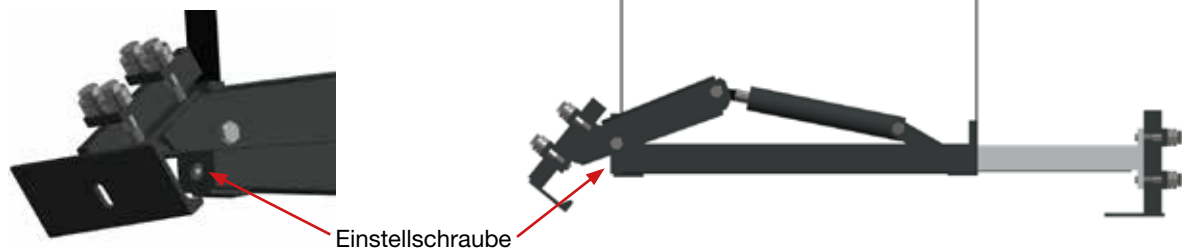

Abb. 14. Einstellung der Greifweite: Einstellschraube
6. Greifweite einstellen. Hierzu die Einstellschraube (s. Abb. 14) mit der Spezial-Kurbel drehen (vgl. Kap. „4.5 Werkzeug zum Einstellen des Greifers und der Backen“). Die Einstellschraube befindet sich unter der beweglichen Greiferbacke. Eine Umdrehung der Einstellschraube entspricht einer Verstellung von 4mm.